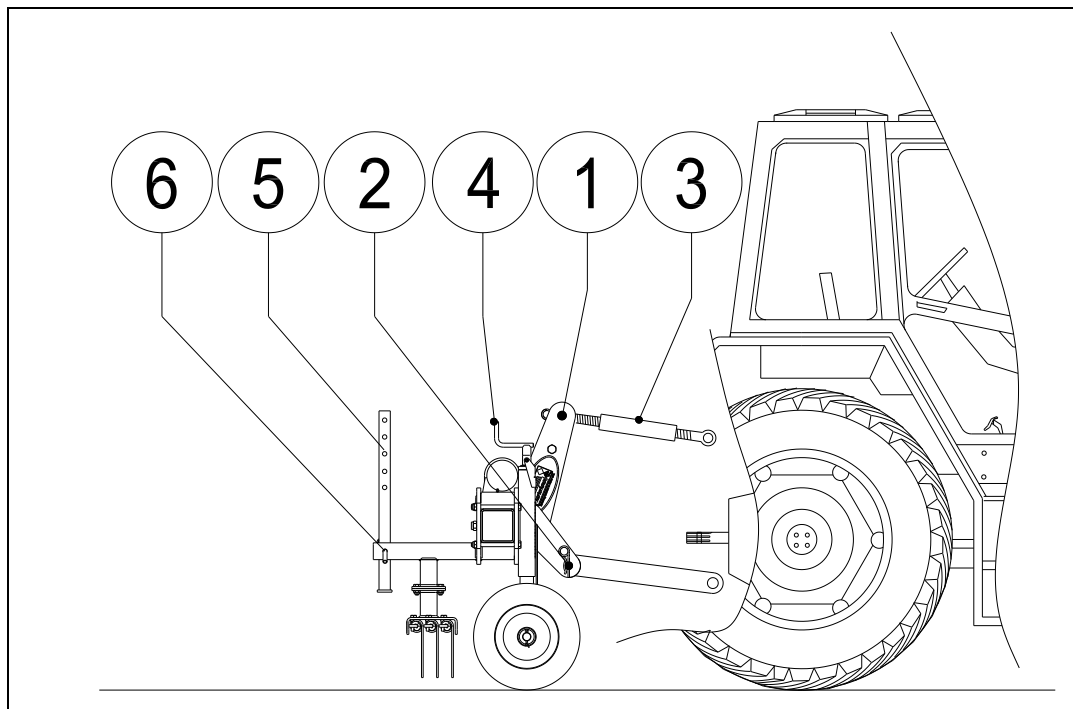

Fig. 8
Detta sker på följande sätt: (Fig 8.)
Arbetsdjupet kan justeras genom att ställa in löphjulen, detta sker genom att vrida spindlarna 4 (Fig. 8) på maskinens framsida.
3. Vrid toppstången 3 inåt så att maskinen kommer att stå lodrätt gentemot marken. (se Fig.8)